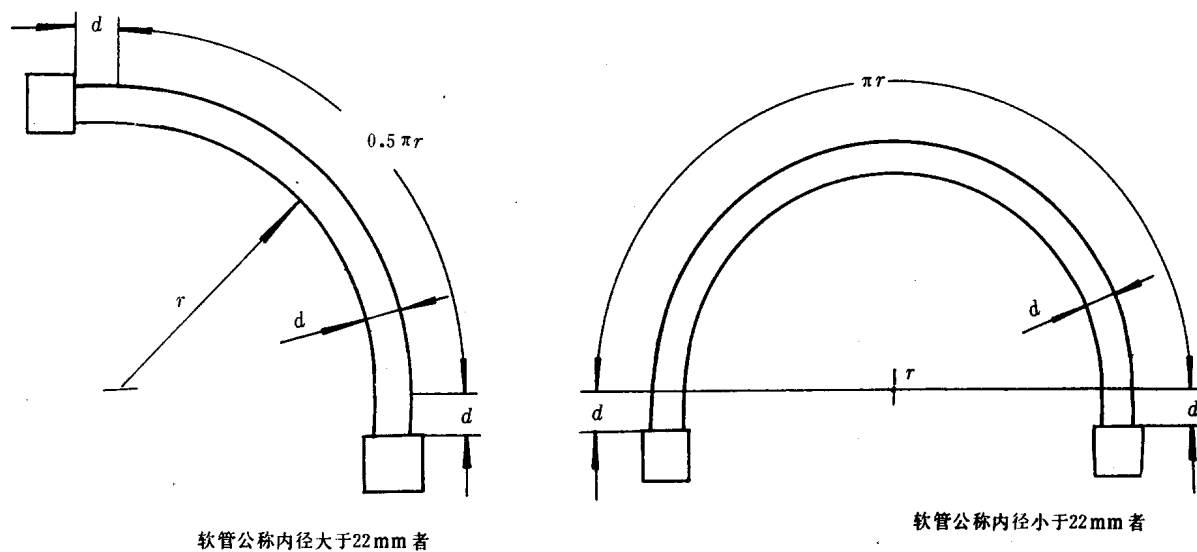

图2 软管脉冲试验装配图
② 其他油可由供需双方商定。
8.6 按脉冲试验安装要求(如图2所示),根据各类软管的最小弯曲半径,被试软管自由长度应符合如下要求: